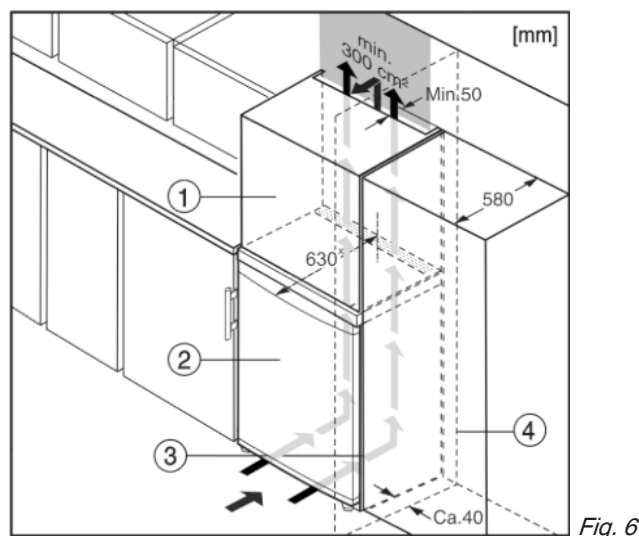

Fig. 6
- (1) Дополнительный шкафчик
(2) Устройство
(3) Кухонный шкаф
(4) Стенка
Устройство может быть окружено кухонными шкафами. Чтобы уравнивать устройство Fig. 6 (2) по высоте с кухонной стенкой, можно установить над устройством дополнительный шкафчик Fig. 6 (1).*
При комбинировании с кухонными шкафами (глубина макс. 580 мм) устройство можно установить непосредственно рядом с кухонным шкафом Fig. 6 (3). Устройство выступает сбоку на 34 мм* и по центру на 50 мм* относительно передней стенки кухонного шкафа.*
Если устройство установлено на шарнирах у стены Fig. 6 (4), то расстояние между устройством и стеной должно быть не менее 40 мм. Настолько выступает ручка при открытой дверце.